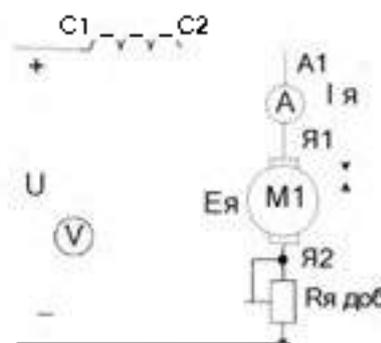

Рис.19.2. Схема ДПТ последовательного возбуждения
14. Соберите схему двигателя с последовательной ОВ согласно рис.19.2. Снимите зависимость частоты вращения от напряжения питания.